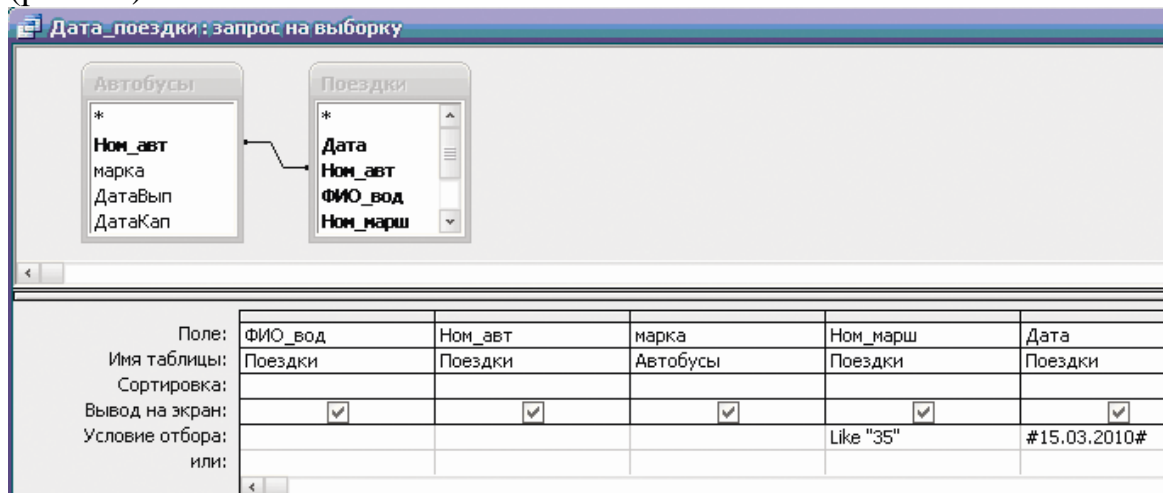

Рис.21 – Диалоговое окно *Дата_поездки: запрос на выборку*
7. Заполнить в диалоговом окне **Запрос1: запрос на выборку** на выборку бланк запроса (рисунок 21), указав имена полей из которых необходимо выбирать данные, условие отбора и при необходимости вид сортировки.
С помощью конструктора запросов сформируем запрос на выборку (рис. 21), извлекающей из таблиц созданной базы данных фамилии водителей, совершавших поездки 15.03.2010 г. на маршруте
№ 35.(рис. 21). Для этого используем поля **ФИО_вод**, **Ном_авт**, **Ном_марш** и **Дата** из таблицы **Поездки**, поле **марка** из таблицы **Автобусы**. В строку «Условие отбора» поля **Ном_марш** введем значение: `Like"*35*"`. В строку «Условие отбора» поля **Дата** введем `#15.03.2010#`. В результате выполнения запроса получена результирующая таблица (рис. 22).